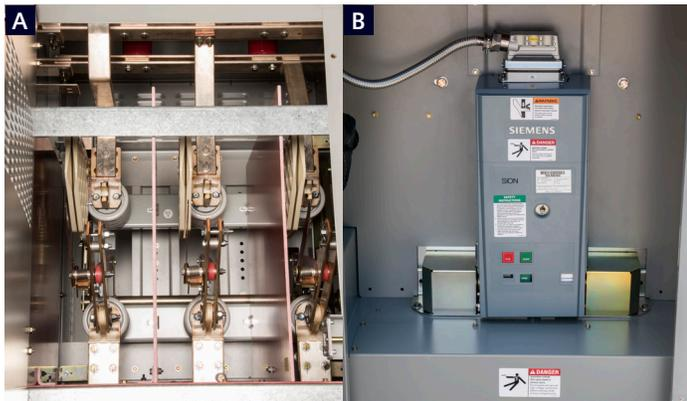
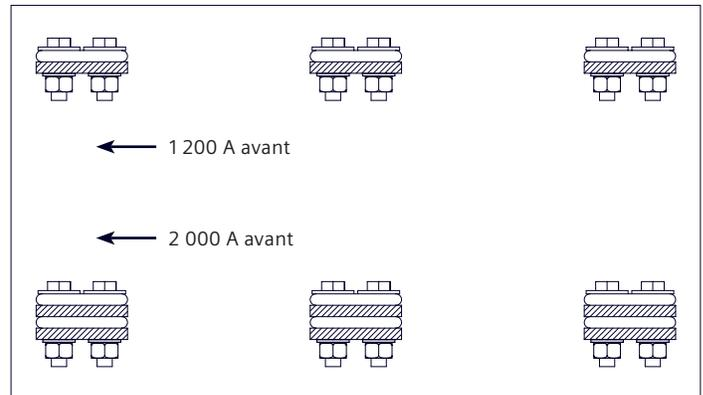
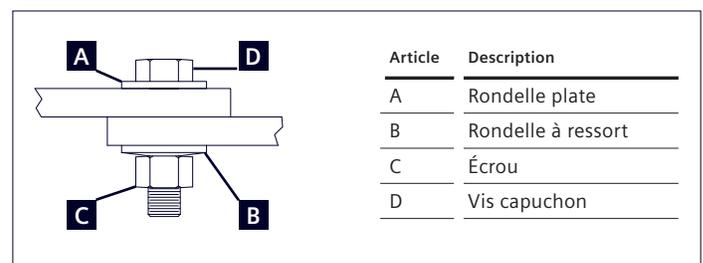
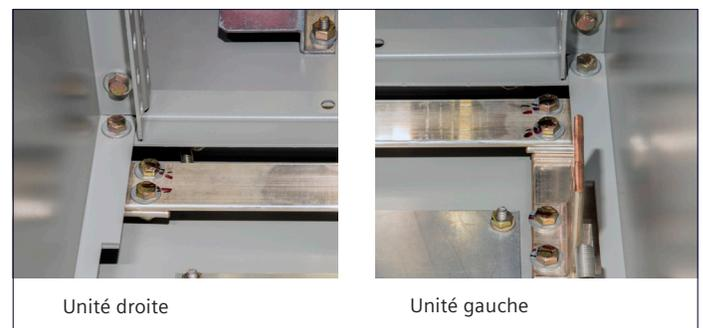

Figure 14 : Accès à la barre omnibus principale
Figure 15 : Configurations de connexion des joints de bus principaux
Figure 16 : Configurations de connexion des joints de bus principaux
Figure 17 : Connexion du bus principal aux groupes d'expédition
Lorsqu'une gamme d'appareillages de commutation est divisée à des fins d'expédition, les connexions de barre omnibus horizontale (barre omnibus principale) et de barre omnibus de mise à la terre entre les groupes d'expédition doivent être effectuées lors de l'installation de l'équipement. Ces connexions boulonnées sont relativement simples à réaliser. Voir la Figure 15 : Configurations de connexion des joints de bus principal pour les configurations possibles de connexion du joint de bus principal ; Figure 14 : Accès à la barre omnibus principale à la page 26 qui illustre comment accéder à la zone de la barre omnibus principale; la Figure 16 montre un joint de barre omnibus type; et la Figure 17 montre les détails de connexion de la barre omnibus de mise à la terre.
6. Utilisez les fixations appropriées, comme indiqué à la Figure 16 : On utilise une rondelle plate robuste sous la tête à vis et une rondelle à ressort robuste sous l'écrou. Ces rondelles assurent une force uniformément répartie autour de chaque boulon, produisant un joint à faible résistance. Une valeur de couple appropriée produit un joint de pression adéquate sans écoulement froid.
7. Assemblez tous les joints comme indiqué à la Figure 15 : Configurations de connexion des joints de bus principaux. Installez toutes les fixations de la même manière que les connexions de bus d'usine ont été installées. Les fixations doivent être correctement alignées, sinon les gaines isolantes moulées (le cas échéant) pourraient ne pas s'adapter aux joints.
10. Connectez la barre de mise à la terre (voir la Figure 17 : Connexion du bus principal aux groupes d'expédition à la page 27. Insérez la barre d'épissure dans le mur latéral entre les groupes d'expédition pour connecter les barres de mise à la terre dans les section adjacentes.
Le châssis de chaque section de l'appareillage de commutation doit être mis à la terre électriquement. Cette connexion doit être effectuée avant d'effectuer les connexions électriques. Un bus de terre commun est incorporé dans toutes les sections pour mettre à la terre l'équipement pendant l'installation. La barre omnibus de mise à la terre qui traverse l'appareillage de commutation est accessible dans la zone arrière de chaque section, comme illustré à la Figure 17 : Connexion du bus principal aux groupes d'expédition à la page 27 ou dans la zone avant de chaque section pour l'appareillage de commutation à accès frontal seulement. Les circuits de commande et d'instrumentation sont mis à la terre au boîtier. Cette connexion peut être retirée temporairement aux fins de test, mais elle doit être rebranchée avant que l'appareillage de commutation ne soit mis en marche.